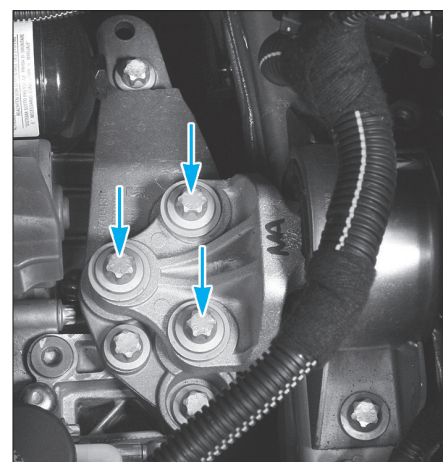

Fig. 5
- le silentbloc moteur gauche (Fig.5),
- Déposer le silentbloc moteur gauche (Fig.5).